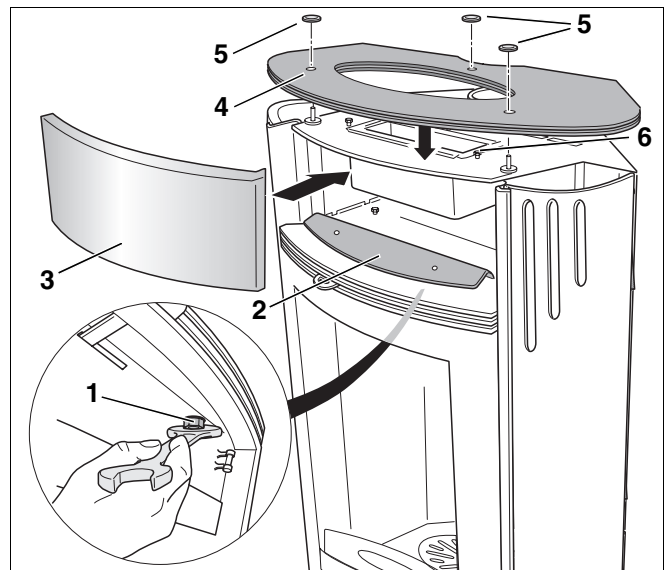

Abb. 14 Kachelblende anbringen
- Lösen Sie die zwei Schrauben im Feuerraum (Abb. 14, **Pos. 1**).
- Legen Sie die Metallführungsschiene (Abb. 14, **Pos. 2**) auf dem unteren Kachelabsatz ab. Verschrauben Sie die Metallführungsschiene (Abb. 14, **Pos. 2**) von unten mit den zwei Schrauben (M8 x 20) (Abb. 14, **Pos. 1**).
- Setzen Sie die Kachelblende (Abb. 14, **Pos. 3**) vorsichtig über der Feuerraumtür ein. Achten Sie darauf, dass der Innensteg der Kachelblende unter der Metallführungsschiene (Abb. 14, **Pos. 2**) anliegt. Ziehen Sie die zwei Schrauben (Abb. 14, **Pos. 1**) im Feuerraum wieder an.
- Legen Sie die Abdeckplatte (Abb. 14, **Pos. 4**) auf und verschrauben Sie diese mit den Muttern (Abb. 14, **Pos. 5**). Legen Sie den Luftbefeuchter in die dafür vorgesehene Öffnung und richten Sie diesen ggf. mit drei Justierschrauben (Abb. 14, **Pos. 6**) aus.